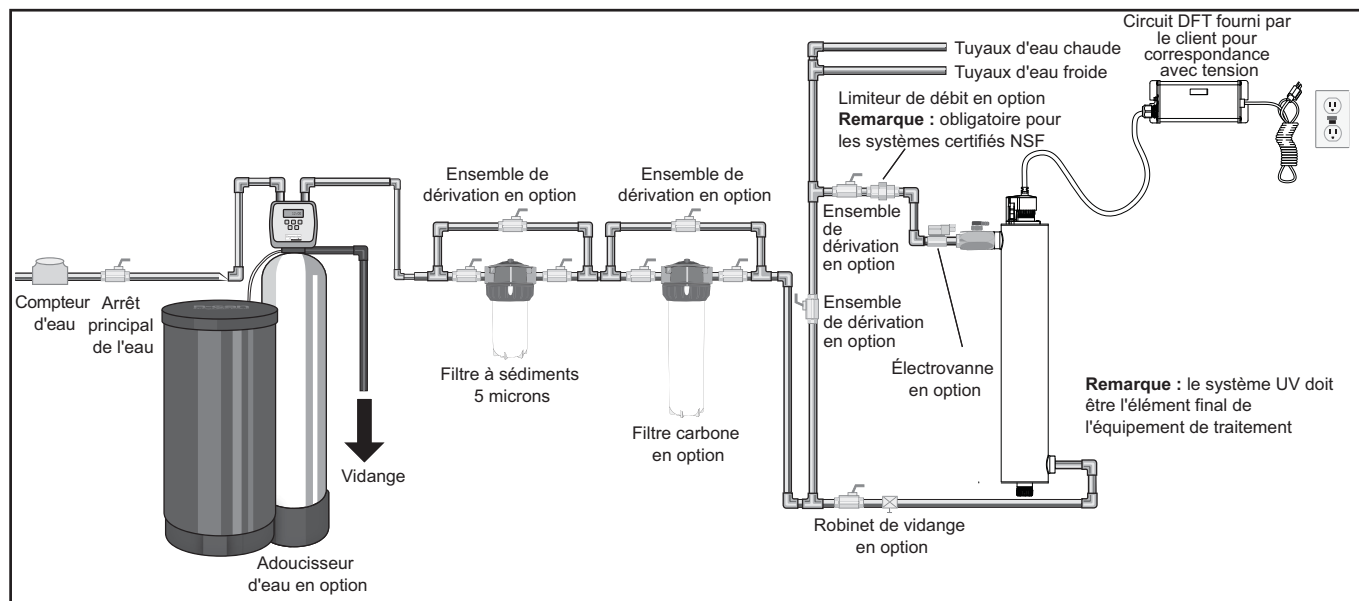

Figure 2 Système de désinfection
1. Figure 2 décrit l'installation d'un système de désinfection et des composants connexes qui peuvent être utilisés pour l'installation. L'utilisation d'un ensemble de dérivation est recommandée dans le cas où le système nécessite une maintenance « hors ligne ». Dans ce cas, notez que le système nécessite une désinfection supplémentaire pour le système de distribution si de l'eau est utilisée pendant la dérivation. De plus, pendant la dérivation, l'eau NE sera PAS désinfectée et une étiquette « NE PAS CONSOMMER L'EAU » doit physiquement être installée sur l'ensemble de dérivation jusqu'à ce que le système soit assaini et à nouveau en service. Pour plus d'informations, consultez la Section 3.2. Si l'eau doit être consommée pendant que le système est hors ligne, l'eau doit être bouillie pendant vingt minutes avant d'être consommée.